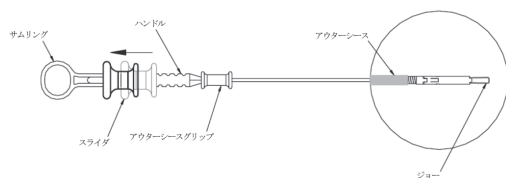

図4: クリップのジョーを閉じた状態
- (2) 目的部位でジョーを閉じ、スライダを手元側にスライドさせる(図4参照)。この際、ハンドルに抵抗を感じるまでスライドさせる。クリップの位置を確認する。